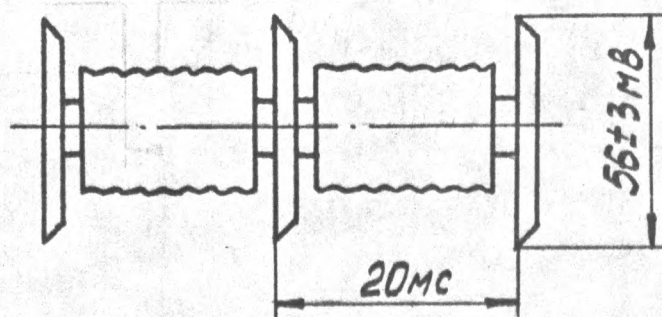

РИС. 7.20
7.3.17.2. ПОДКЛЮЧИТЕ ОСЦИЛЛОГРАФ С9-1 К КОНТРОЛЬНОЙ ТОЧКЕ 1Х8 БВЗ АЗ, ПРИ ЭТОМ "ОБЩИЙ" ПРОВОД ОСЦИЛЛОГРАФА ПОДКЛЮЧИТЕ К КОНТРОЛЬНОЙ ТОЧКЕ 1Х9 БВЗ АЗ, ОТКЛЮЧИТЕ ТОК ЗАПИСИ СИГНАЛА ЯРКОСТИ, ДЛЯ ЧЕГО СОЕДИНИТЕ КОНТРОЛЬНУЮ ТОЧКУ 1Х4 БВЗ АЗ ПЕРЕМЫЧКОЙ С "ОБЩИМ" ПРОВОДОМ; И РЕЗИСТОРОМ АЗ 2R52 УСТАНОВИТЕ НАПРЯЖЕНИЕ ЗАПИСИ СИГНАЛА ЦВЕТНОСТИ $(56 \pm 3) \text{ мВ}$, ЧТО СООТВЕТСТВУЕТ ТОКУ ЗАПИСИ СИГНАЛА ЦВЕТНОСТИ $(5,6 \pm 0,3) \text{ мА}$, РИС. 7.20.